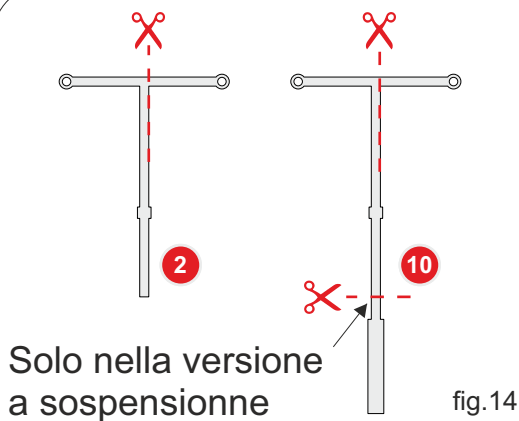

fig.14
15) Tagliare i pezzi n°2 e n°10 come mostrato in fig 14 e saldarli al pezzo n°9 come mostrato in figura